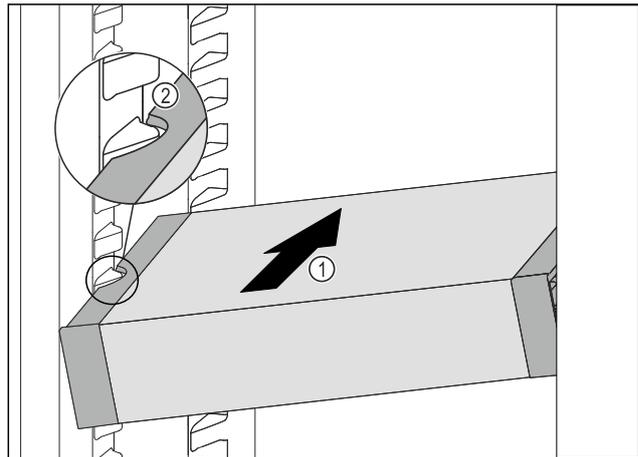

Fig. 92
- ▶ Вставити висувний ящик VarioSafe під кутом в охолоджувальне відділення Fig. 92 (1), доки бокові поглиблення Fig. 92 (2) VarioSafe не будуть розташовуватися на рівні ребра для ємності в охолоджувальному відділенні.